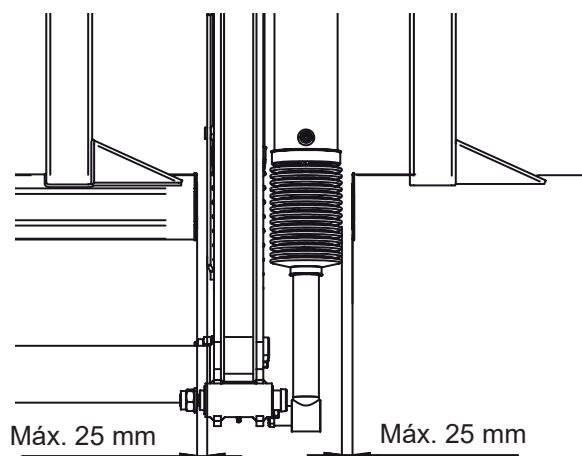

Figura 34. Medidas reglamentarias
- La distancia lateral entre la protección contra empotramientos y las piezas móviles del elevador trasero no debe superar los 25 mm. Véase Figura 34.
- Las piezas individuales de la protección contra empotramientos deben tener una superficie real de 350 cm2 como mínimo. Véase Figura 34.